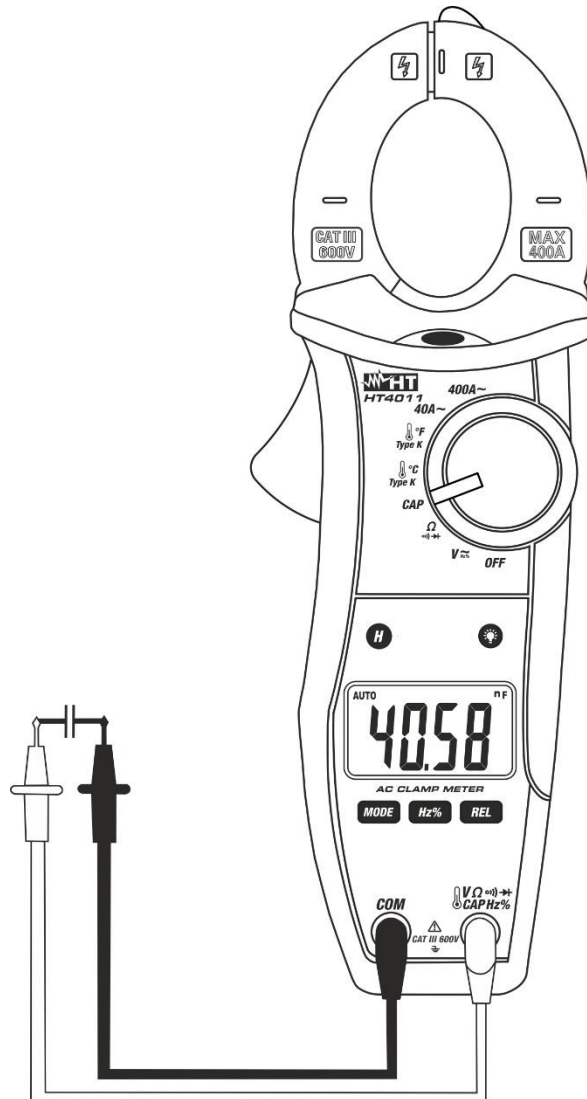

Fig. 8: Uso da pinça para medição de Capacidade
3. Colocar as ponteiros nos pontos pretendidos do circuito em exame (Fig. 8). O valor da capacidade será apresentado no display. Na medição de capacidade a barra gráfica analógica está desactivada.